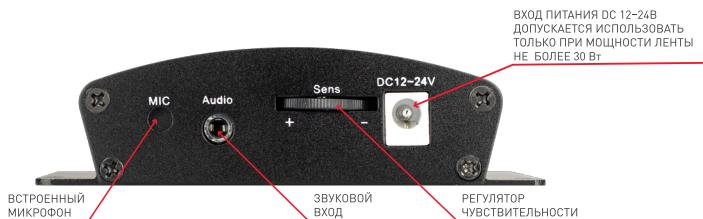

Рис. 2. Назначение элементов, расположенных на боковой стороне контроллера.
- 3.6. При использовании аудиовхода, подключите источник сигнала ко входу Audio (Рис. 2). Учтите, что при подключении коннектора к аудиовходу, встроенный микрофон отключается.